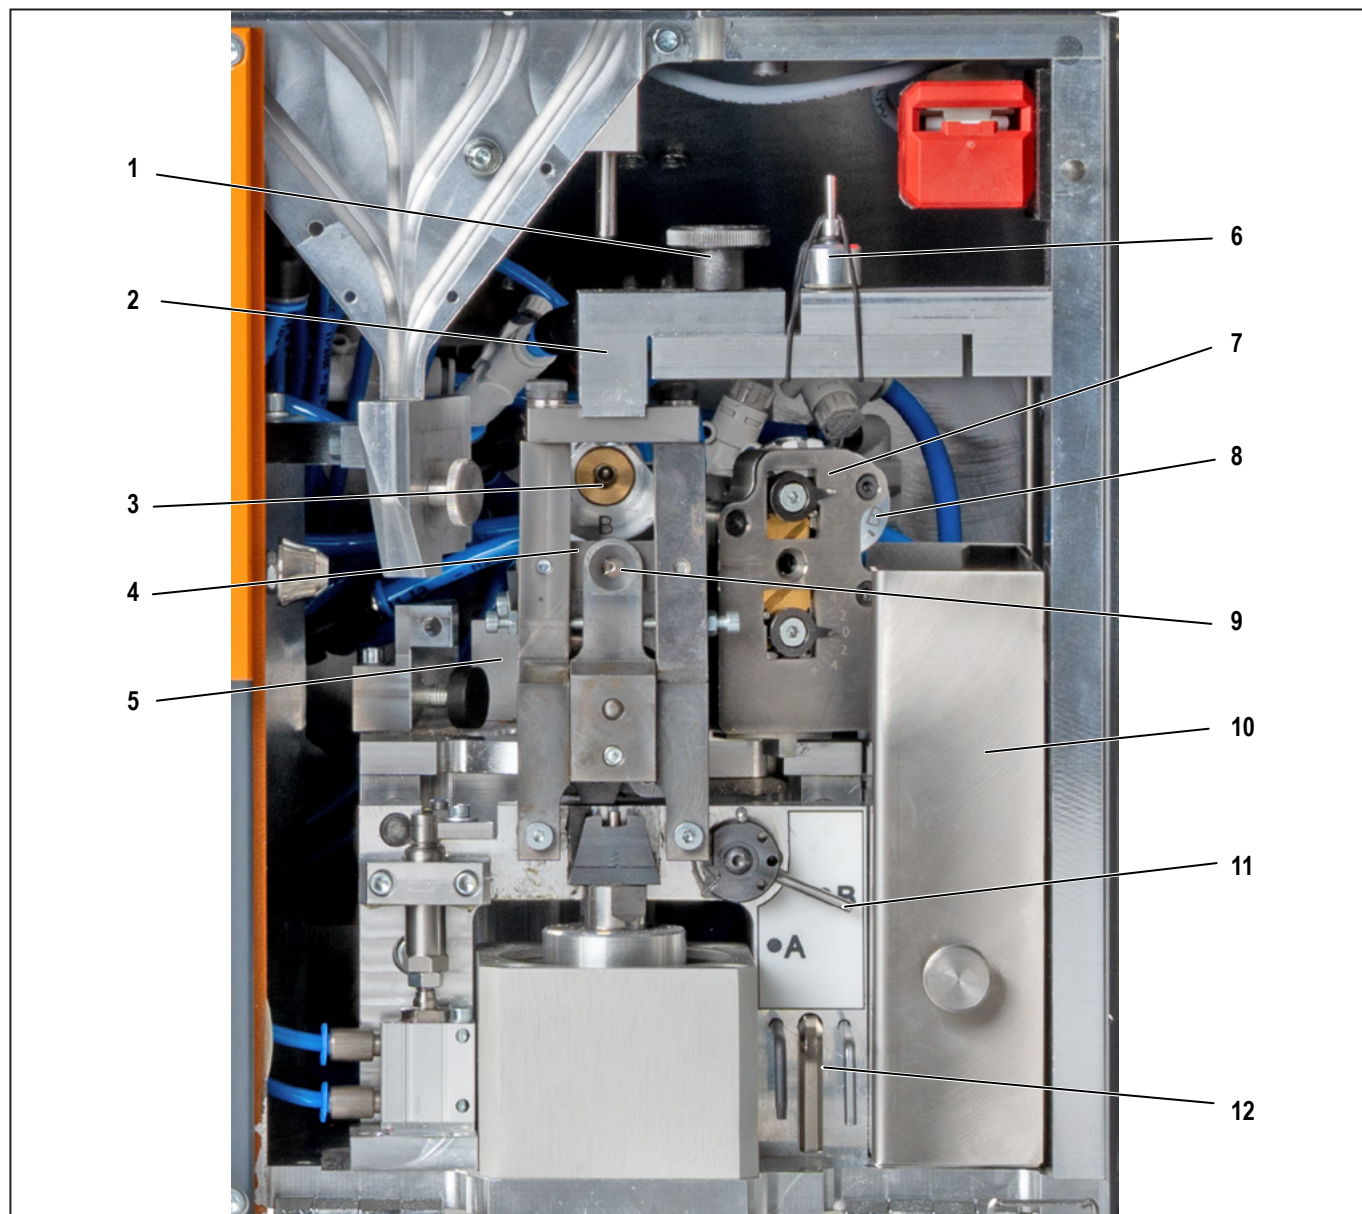

图3.3 内部视图
- ▶ 将直径较短的定位销放入输送单元的底部开口中。您可以在机器内部找到定位销（参见图 3.3, 6）。